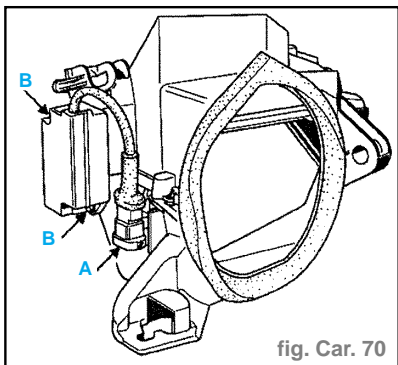

fig. Car. 70
- Déposer le micromoteur, deux vis (B) (fig. Car. 70).
- Visser les deux vis (B) et rebrancher le connecteur (A) (fig. Car. 70).